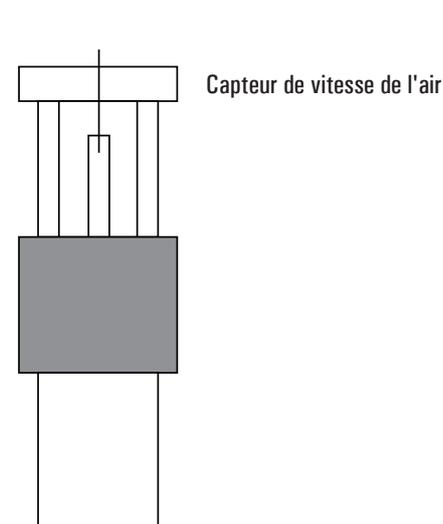
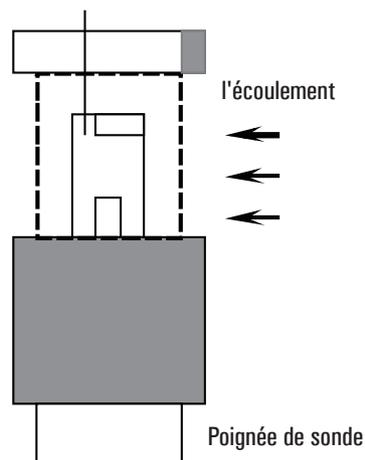

Fig 2
Fig 4
5. Faites glisser le couvercle du capteur vers le bas, laissez le capteur de vitesse entrer en contact avec l'air, voir Fig.2. Étendez la sonde du télescope à la longueur appropriée, reportez-vous à la Fig.4.
Il y a une marque sur le dessus de la «tête de capteur». Lorsque vous effectuez la mesure, cette marque doit être contre le vent mesuré, voir Fig. 4, Fig 5. Lorsque la tête de capteur est face à l'air, l'écran supérieur affichera la valeur de la vitesse de l'air. L'affichage inférieur affichera la valeur de la température